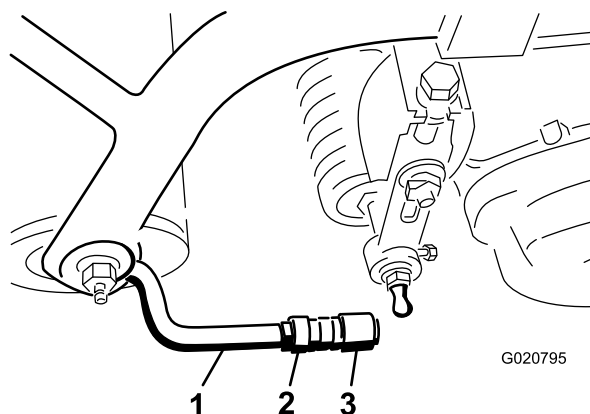

Figura 9
- Alinee las rótulas de las juntas de manera que la cara abierta de la rótula esté centrada respecto a la bola del espárrago, y apriete las contratuercas para fijar la posición de las rótulas (Figura 9).